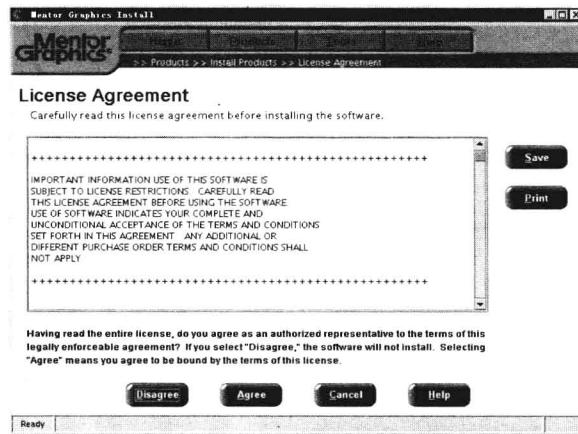

图 1-15 安装许可协议对话框
⑦ 单击“Install Products”，系统弹出安装许可协议对话框，如图 1-15 所示。